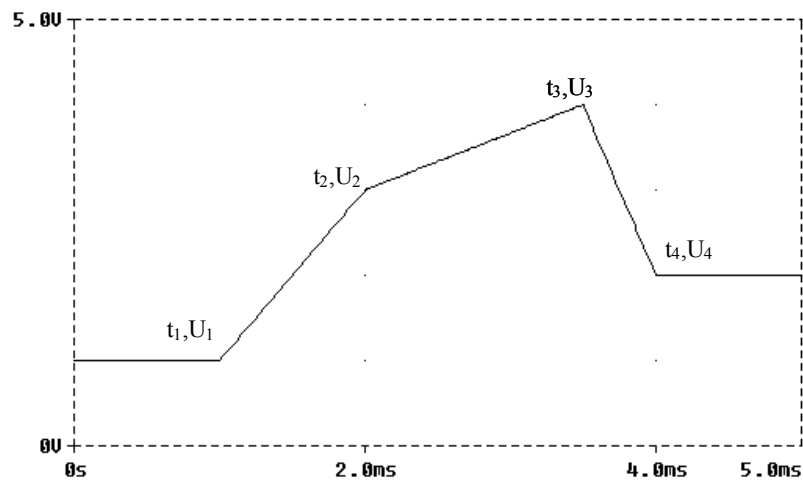

Figura 3.14. Semnal de tip PWM
- Vpuncte 1 2 PWM (1m,1) (2m,3) (3.5m,4) 4m,2); (forma de undă din figura 3.14)